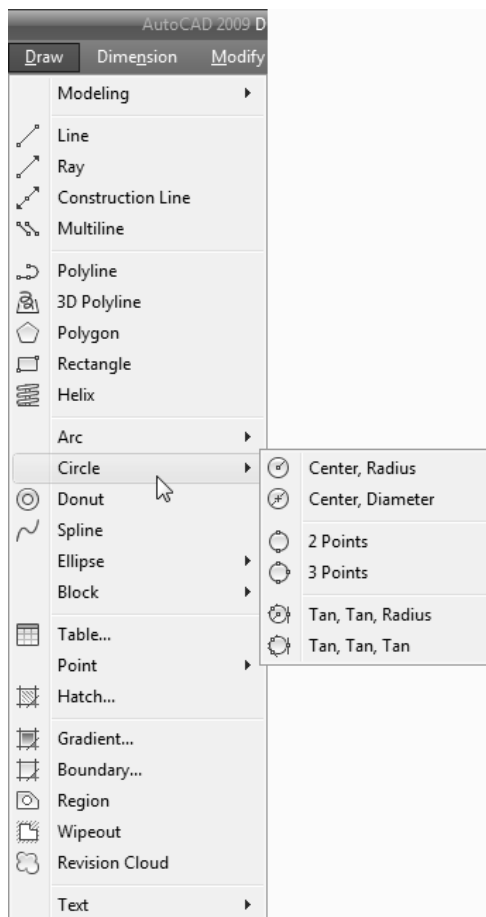

Рис. 5.16. Подменю Draw⇒Circle содержит 6 команд, соответствующих различным режимам использования команды CIRCLE
2. Выберите из меню команду Draw⇒Circle (Рисование⇒Круг). В открывшемся меню (рис. 5.16) представлено шесть команд, соответствующих различным режимам применения инструмента Circle (Круг) для построения окружностей. Первые два режима позволяют построить окружность по заданному центру и радиусу (или диаметру). Следующие два — по двум или трем точкам. И, наконец, последние два режима основаны на использовании при построении окружности касательных и значения радиуса или только касательных.